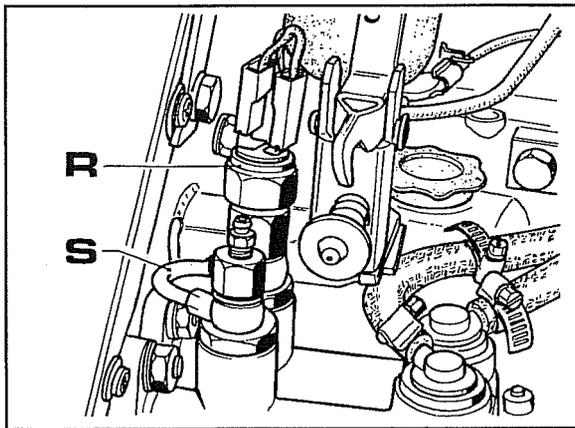

Fig. 4
- 1 Enlever le bulbe **R** des feux de stop et la canalisation By pass **S** (fig.4).
- a. Enlever le bulbe **R** des feux stop et le by pass **S** (fig.4) puis débrancher les canalisations de refoulement et d'aspiration.